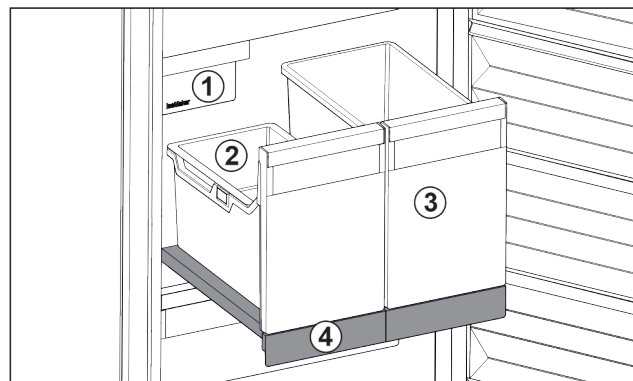

Fig. 103 Izvlačna ploča s IceTower
- (1) IceMaker
- (2) Ovjesa posuda za kockice leda
- (3) Spremnik za npr. pizzu, alkoholna pića
- (4) Izvlačna ploča
Na izvlačnoj ploči se nalaze dva visoka spremnika (IceTower). U spremniku se skupljaju i spremaju Fig. 103 (2) kockice leda iz IceMaker. Spremnik Fig. 103 (3) je prikladan za čuvanje visokih namirnica kao što su pizza ili alkoholna pića.